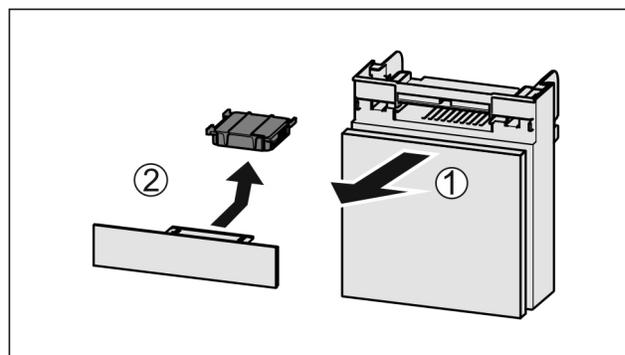

Fig. 108
- Extraire le compartiment par l'avant Fig. 108 (1).
- Sortir le filtre à charbon actif Fig. 108 (2).